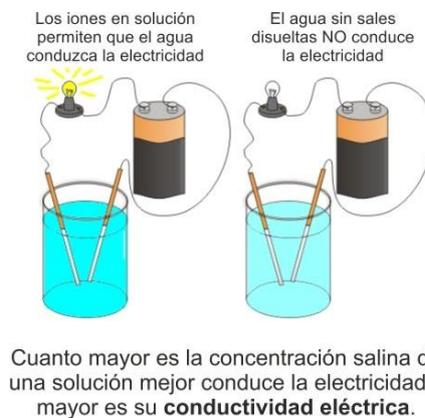

Figura 13: Conductividad eléctrica de las disoluciones³⁵
3. Ahora se añadirá cloruro de sodio al agua y de igual forma observarán que ocurre. (ver Figura 13)³⁵